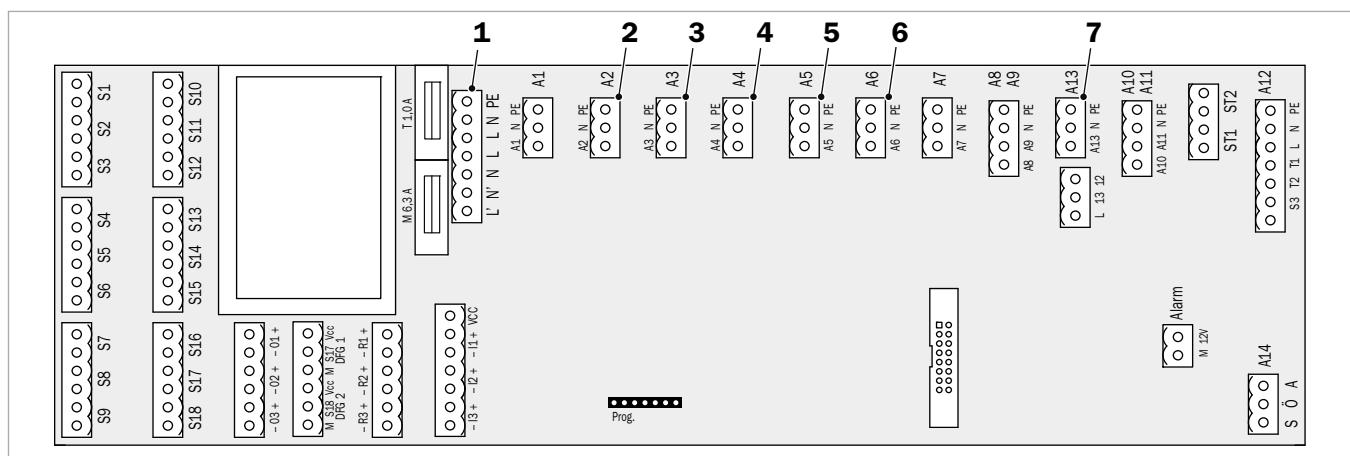

Fig. 14: Gruppo di rete
2. Estrarre il connettore (1) dal gruppo di rete (\rightarrow Fig. 14) e inserirlo nel connettore (1) del fascio di cavi di emergenza.